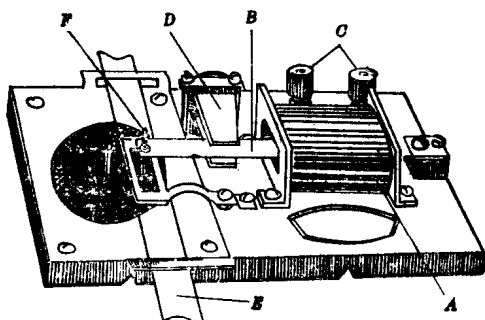

图 1-4
9.图 1-4 所示是一个电磁打点计时器。其中, A是_____